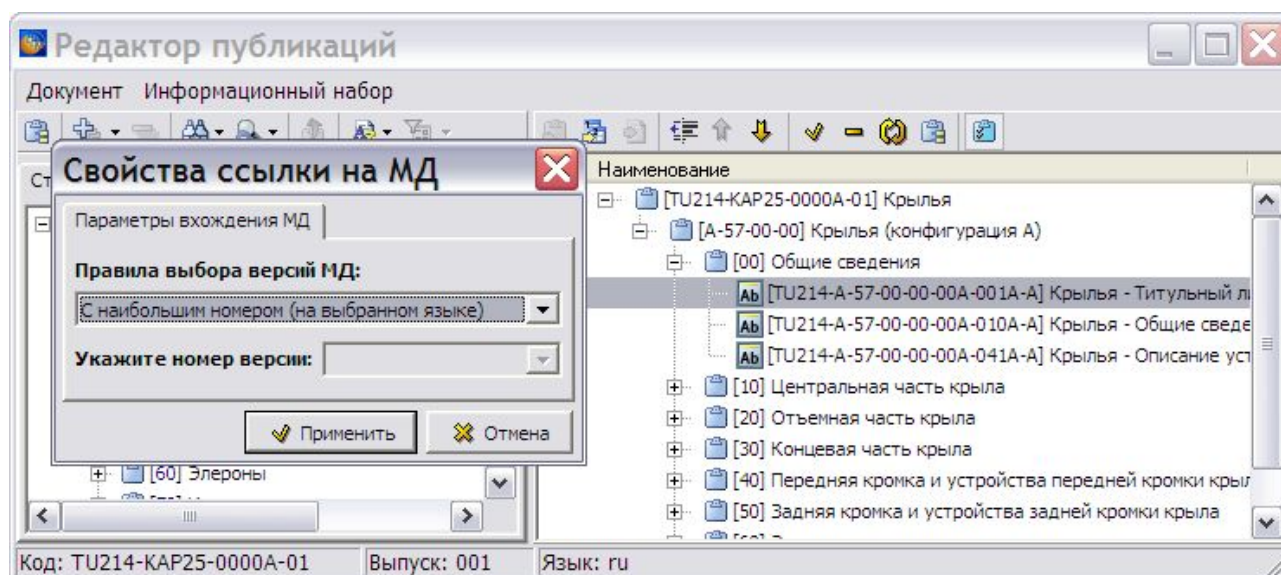

Рис. 12.13. Правила выбора версий МД
10. В процессе редактирования для каждого модуля данных проконтролируйте корректность задания правила выбора версий МД (Рис. 12.13). Окно свойств ссылки на МД вызывается из контекстного меню МД (пункт **Свойства**).